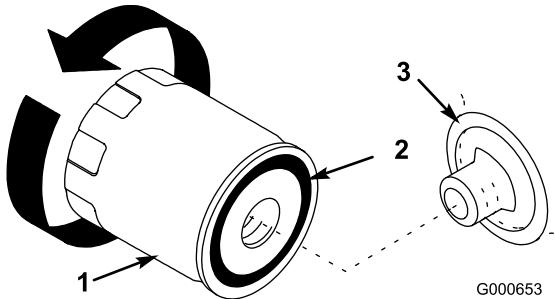

Рисунок 25
- Снимите старый фильтр и протрите поверхность прокладки переходника фильтра (Рисунок 25).
- Нанесите тонкий слой свежего масла на резиновую прокладку нового фильтра (Рисунок 25).
- Установите новый масляный фильтр в переходник фильтра. Поверните масляный фильтр по часовой стрелке до контакта резиновой прокладки с переходником фильтра, после этого затяните фильтр, повернув его еще на пол-оборота (Рисунок 25).